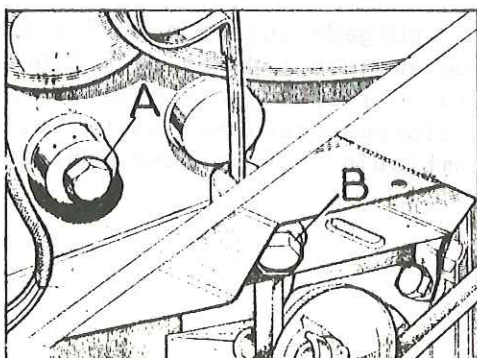

Fig. K-9 Tapones de vaciado (4 cilindros)
- 1.1. Quitar el tapón de la boca de llenado del radiador, y vaciar el refrigerante, desmontando, el tapón, A (Figs. K-9 y K-10) del bloque y, B, radiador.
3.1. Montar y apretar los taponos, A (Figs. K-9 y K-10) del bloque y, B, del radiador.